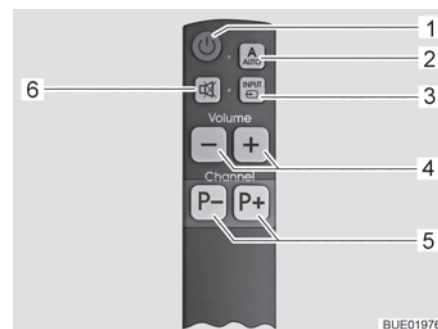

Fig. 28 Mando a distancia simplificado (opcional)
- Pulsar la tecla AUTO (Fig. 27,2 ó Fig. 28,2) por 1 segundo. De este modo, el televisor y la unidad de control están conectados.
- Pulsar las teclas de selección de programa (Fig. 27,4 ó Fig. 28,5) hasta que esté seleccionado el programa de televisión deseado.
- Pulsar la tecla INPUT (Fig. 27,3 ó Fig. 28,3) repetidamente hasta que esté seleccionada la fuente de señal deseada.
- Para regresar a la visualización de canal por satélite, pulsar la tecla INPUT (Fig. 27,3 ó Fig. 28,3) repetidamente hasta que esté seleccionada la fuente de señal DVB-S2.
- Pulsar la tecla AUTO (Fig. 27,2 ó Fig. 28,2).
- Pulsar la tecla Televisor On/Off (Fig. 27,1 ó Fig. 28,1). No se conectará la unidad de control, y la antena permanecerá en la posición de estacionamiento.
- Pulsar la tecla INPUT (Fig. 27,3 ó Fig. 28,3) repetidamente hasta que esté seleccionada la fuente de señal deseada (p. ej. DVD).
- Para desconectar el televisor, pulsar la tecla Televisor On/Off (Fig. 27,1 ó Fig. 28,1).